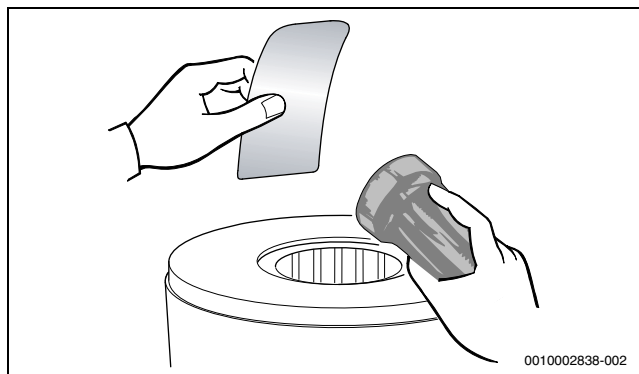

Fig. 114 Contrôler la présence de résidus dans le corps de chauffe
- Contrôler à nouveau la présence de résidus dans le corps de chauffe (→ fig. 114).